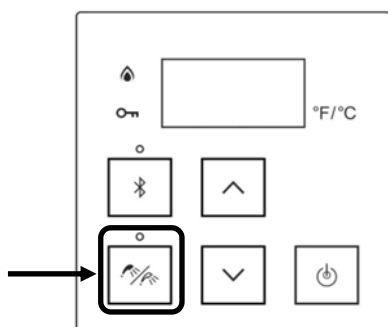

Figure 64
3. Appuyer sur le bouton « A » pendant une (1) seconde. Le contrôleur affiche 01A ou 01b (figure 64).